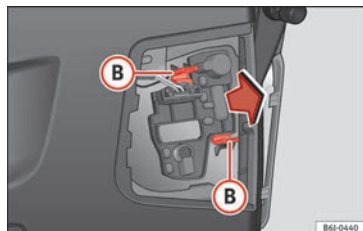

Fig. 201 Smontaggio del portalampadine.
- Smontare il portalampadine premendo sui clip di fissaggio **B** » **fig. 201** ed estraendolo.